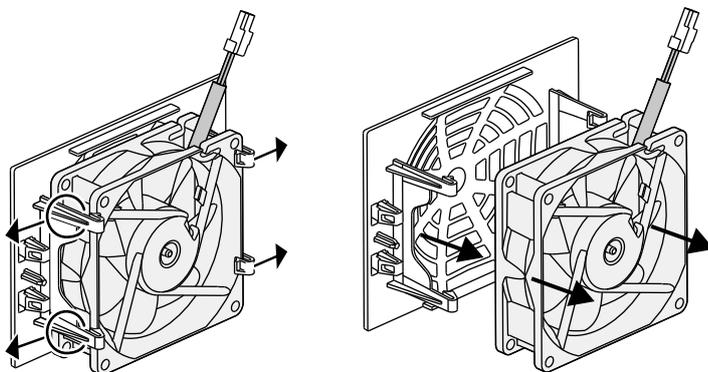

Fig. 66: Smontaggio della griglia della ventola
5. La ventola può anche essere separata dalla griglia. A tale scopo premere leggermente le linguette di fissaggio verso l'esterno e togliere la ventola. **Fig. 66**